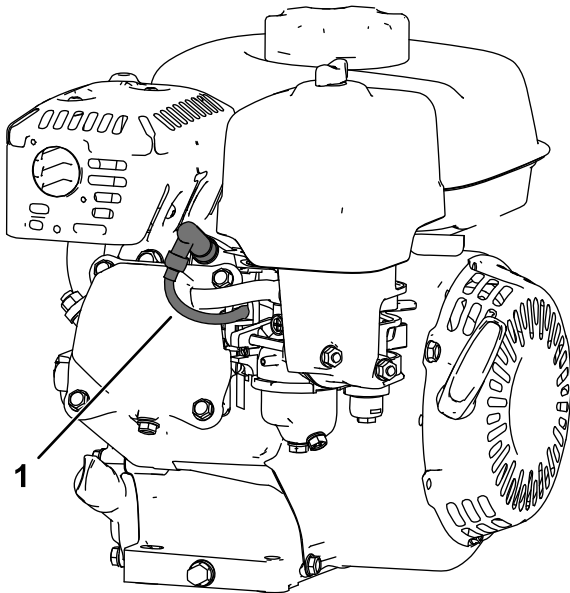

Figura 21
5. Desconecte el cable de la bujía (Figura 21).